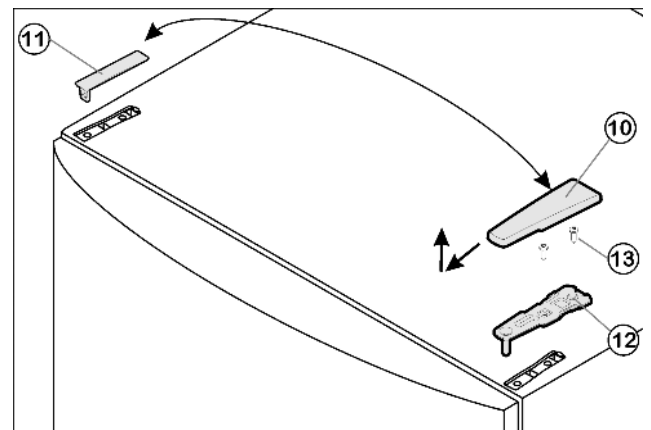

Fig. 4
- ▶ Enlever le cache Fig. 4 (10) vers l'avant et le haut.
- ▶ Retirer le cache Fig. 4 (11).
- ▶ Dévisser le support d'appui supérieur Fig. 4 (12) (2 Torx® 25) Fig. 4 (13) et retirer vers le haut.
- ▶ Placer le support d'appui supérieur Fig. 4 (12) sur le nouveau côté charnière de porte.
- ▶ Visser le support d'appui supérieur Fig. 4 (12) à fond (avec **4 Nm**) (2 Torx® 25) Fig. 4 (13). Pointer les trous de vissage ou utiliser une visseuse sans fil.
- ▶ Faire encliqueter le cache Fig. 4 (10) et le cache Fig. 4 (11) du côté opposé.